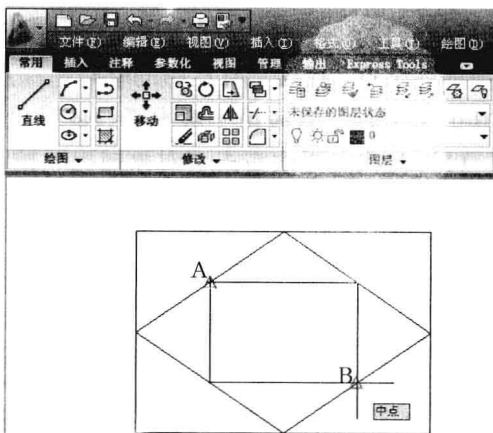

图 2-4-8
(9) 单击“常用”选项卡，在绘图面板中单击“矩形”按钮，按住Shift键并单击鼠标右键，将显示临时对象捕捉菜单，如图2-4-8所示，选择“中点”后，捕捉并单击直线的中点A，当捕捉并单击一次中点之后，将无法再捕捉中点。再一次按住Shift键并单击鼠标右键，将显示临时对象捕捉菜单，选择“中点”后，捕捉并单击直线的中点B，绘制矩形。